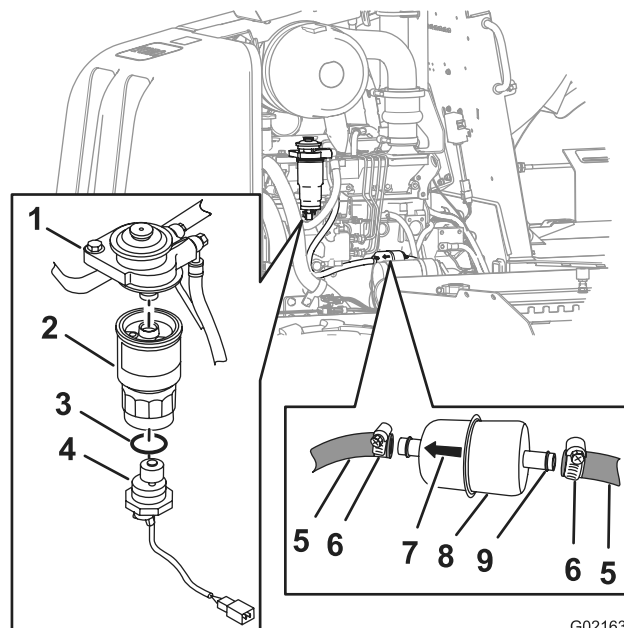

Figura 55
- C. Sujete firmemente el elemento secundario del filtro de combustible, gire el sensor de agua en sentido antihorario y retire el sensor de agua (Figura 55).
- D. Sujete firmemente el elemento secundario del filtro de combustible, gírelo en sentido antihorario, y retire el filtro del adaptador del filtro (Figura 55).
- B. Alinee el nuevo elemento secundario del filtro con el adaptador del filtro (Figura 55).
- D. Coloque la junta tórica nueva sobre el sensor de agua (Figura 55).
- E. Alinee el sensor de agua con la parte inferior del filtro de combustible secundario (Figura 55).
- F. Sujete firmemente el elemento secundario del filtro y apriete el sensor de agua a mano en sentido horario (Figura 55).
3. Afloje las abrazaderas de las mangueras y separe el filtro de combustible primario de las mangueras de combustible (Figura 55).
4. Instale el filtro de combustible primario nuevo en las mangueras con la flecha del filtro apuntando orientada hacia adelante (Figura 55).
5. Deslice las mangueras sobre el accesorio de manguera del filtro de combustible primario y apriete las abrazaderas (Figura 55).